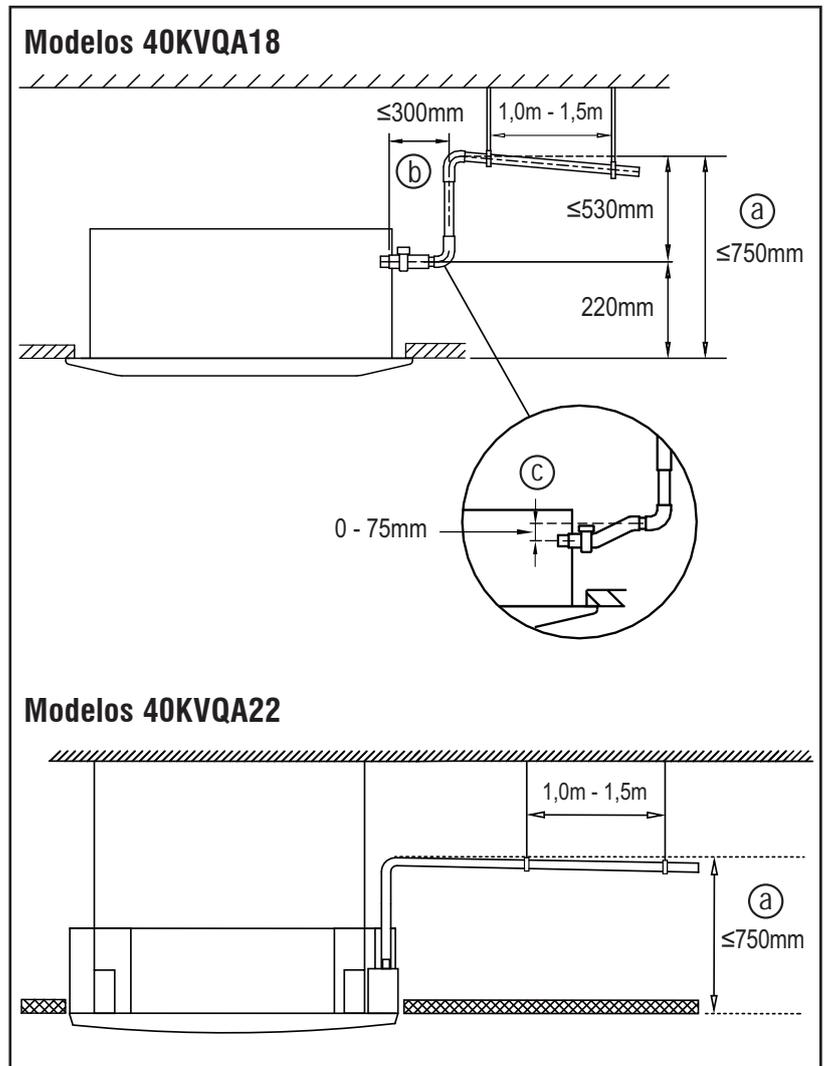

FIG. 37
- Se a saída do tubo de drenagem for mais alta do que a junta da bomba da unidade, utilize um tubo de elevação para a saída de exaustão da unidade interna. O tubo de elevação deve ser instalado a uma altura menor que 750mm em relação ao teto/forro (“a” na Fig. 37) e a distância entre a unidade e o tubo de elevação deve ser inferior a 300mm (“b” na Fig. 37). Caso a instalação não seja feita de maneira correta poderá causar retorno de água para a unidade e possível transbordamento (unidade interna “gotejando”).
- Para evitar bolhas de ar, mantenha a mangueira de drenagem nivelada ou ligeiramente elevada (não mais que 75mm - detalhe “c” na Fig. 37).